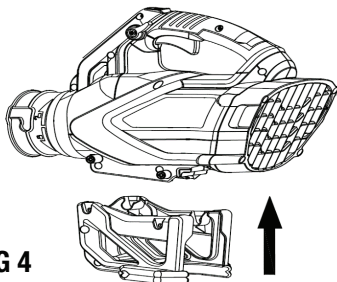

FIG 4
1. Coloque el cartucho de la batería justo debajo de la carcasa del ventilador como se muestra en la Fig. 4.